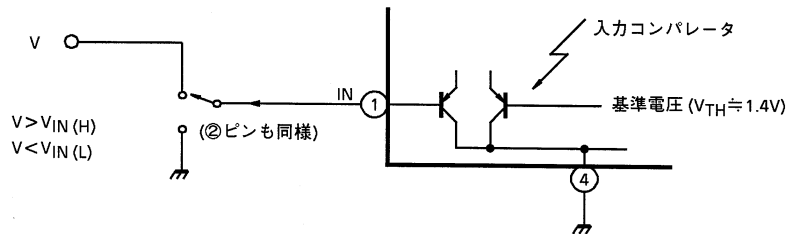

図 1
TA7257P の 2 つの入力端子 (①ピン、②ピン) は図 1 のように PNP 差動入力のコmpレータの入力に接続されています。コンパレータの他方入力は内部の基準電圧発生回路により作られた温度補償された基準電圧に接続されており、この電位をスレッシュホールドとして入力の“H”または“L”レベルが決定されます。